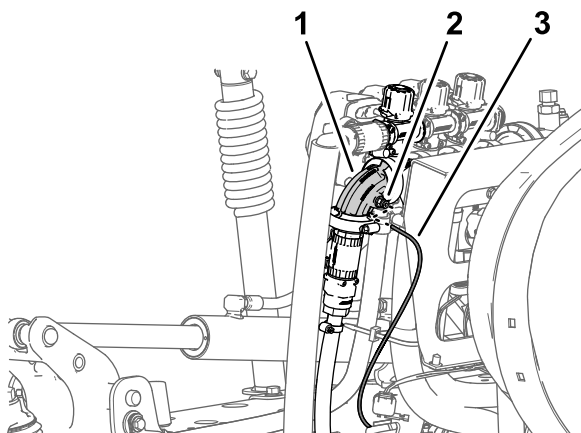

Figura 28
1. Presione el anillo del acoplamiento del tubo en el codo de 90° de la válvula de sección de brazo derecha (Figura 28).
2. Tire del tubo del sensor de presión del indicador del salpicadero para sacarlo del acoplamiento del tubo (Figura 28).